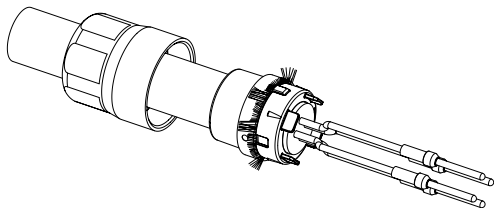

图 XI-14
6. 将屏蔽元件放在密封圈上。屏蔽编织线必须位于密封圈和屏蔽元件之间。它绝不能进入密封圈和电缆之间 (图 XI-14)。